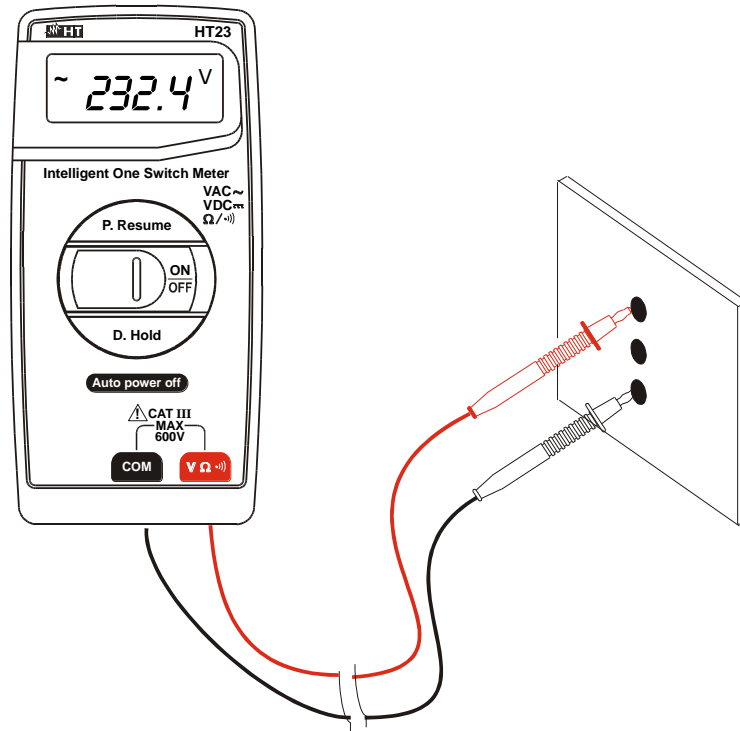
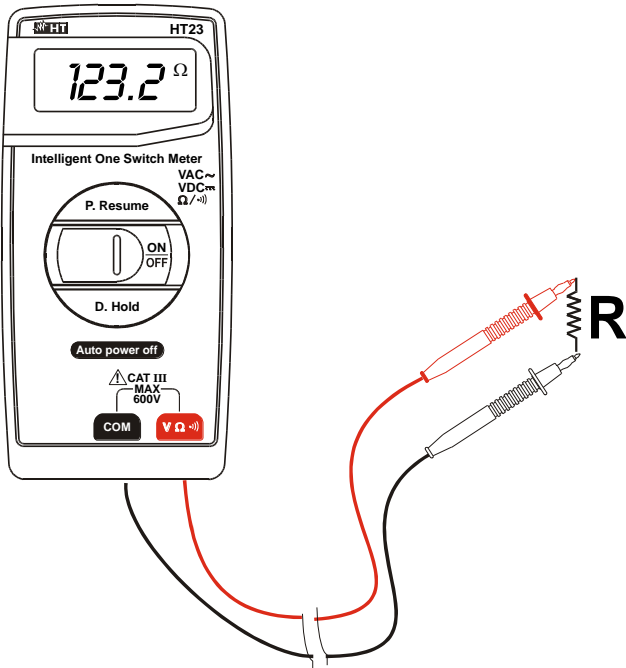

Fig. 3: Utilização do instrumento para medir Tensões CA.
Fig. 4: Utilização do instrumento para medir Resistências
1. Inserir o cabo vermelho no terminal de entrada **VΩ** e o cabo preto no terminal de entrada **COM** (Fig. 3).
2. Colocar as ponteiros nos pontos pretendidos do circuito em exame (Fig. 3 e Fig. 4).